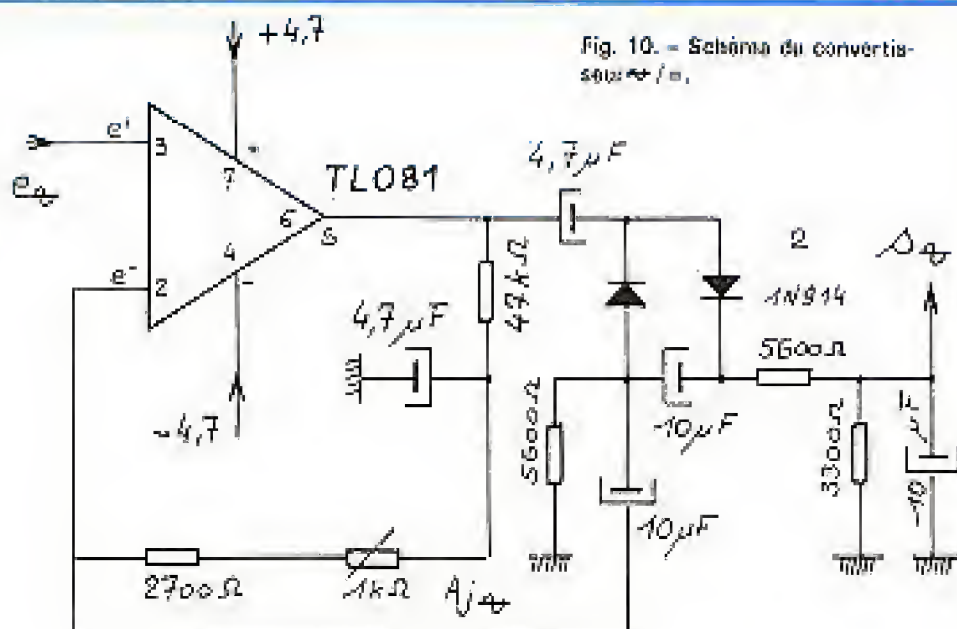

Fig. 10. - Schéma du convertisseur  $V \rightarrow I$ .
- Pour les mêmes mesures en alternatif, on enfonce, en plus la touche  $T_A$ . Il s'intercale alors entre  $K_1$  et l'entrée A/D, un convertisseur  $V \rightarrow I$  dont le schéma est donné à nouveau en figure 10. Nous n'insistons pas sur cet excellent montage dont la linéarité est absolument sans reproche. Le gain permettant l'étalonnage est réglé par  $A_{jA}$ . Comme le TL081 ne doit convertir que